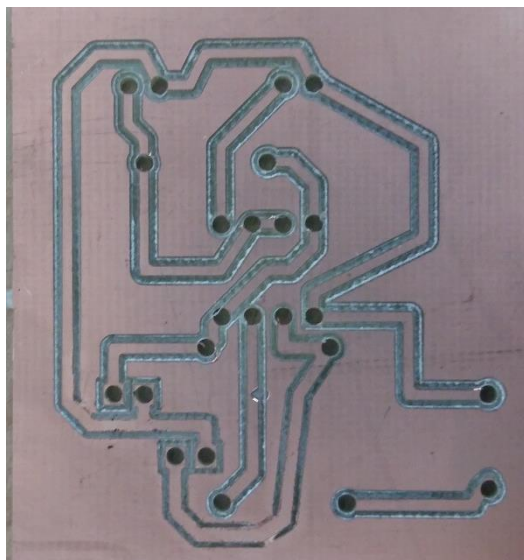

Figura 68. Practica termina.
66. El motor principal se dirige hacia un extremo de la máquina generando la opción de que se retire la PCB terminada como se muestra en la figura 68.